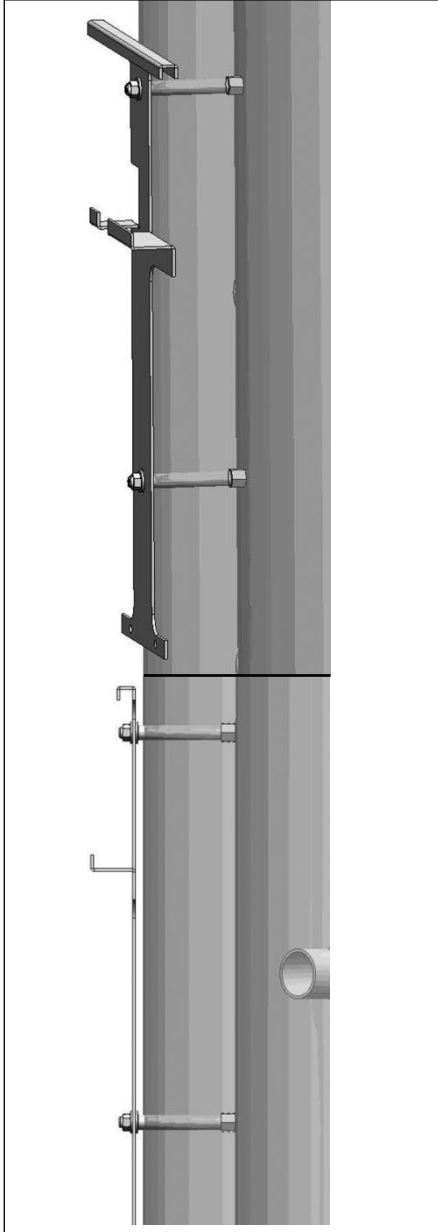

Abb. 6.4
- Halteblech auf Gewindestangen schieben, Unterlegscheiben aufchieben und mit Muttern M12 SW 18 befestigen (s. Abb. 6.4)